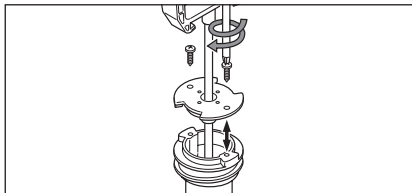

Figura 12. Coloque la tapa de la bomba
4. Inserte el ensamblado del mango de la bomba en el cilindro de la bomba. Alinee los orificios de la tapa de la bomba y el cilindro. Coloque nuevamente los tornillos y ajústelos firmemente. Vea la figura 12.